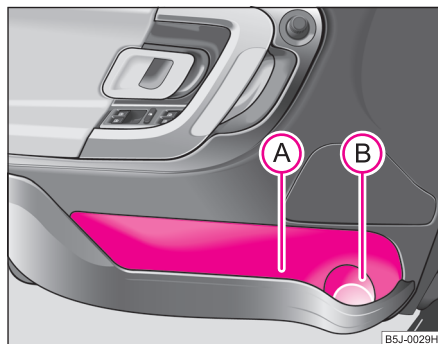

Fig. 88 Compartimentul din uși
Pentru a nu limita spațiul de desfășurare a airbag-ului lateral, utilizați zona (A) ⇒ **fig. 88** a compartimentului de depozitare numai pentru depozitarea obiectelor care nu ies în afară. ■